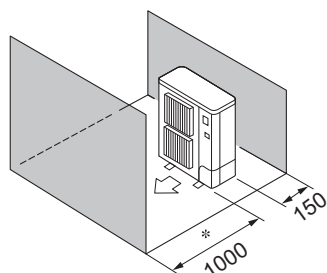

Fig. 3-9
⑤ Obstáculos apenas na parte da frente e de trás (Fig. 3-9)